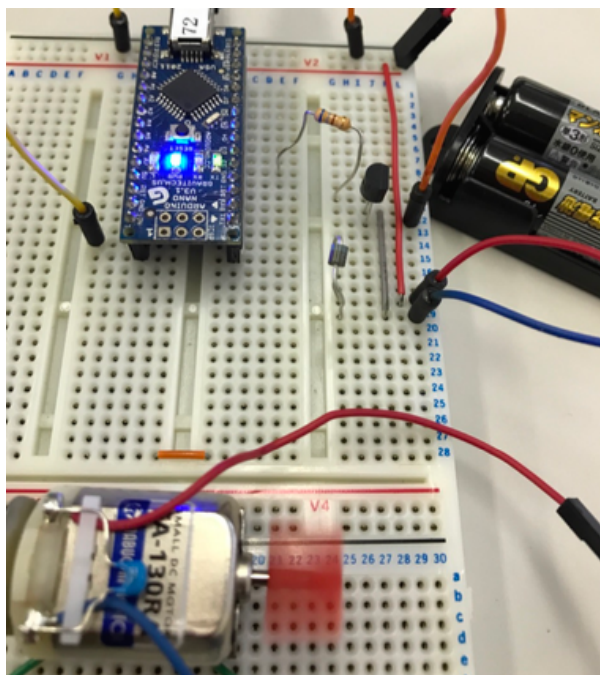

図 8: DC モーター
1.3 節 1.3 図 8 の電子部品 (DC モーター FA-130RA) を次のような点から調べなさい。